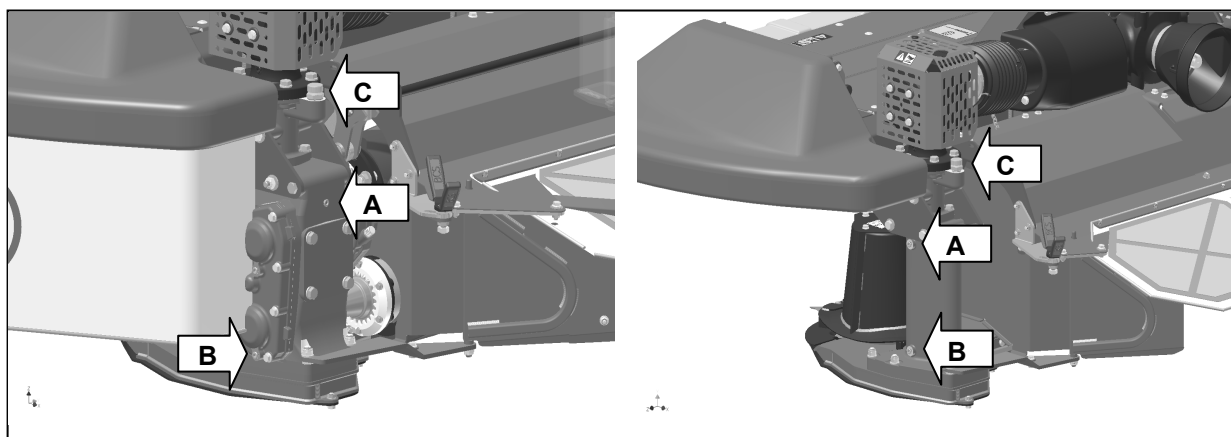

fig.17
- Con barra in posizione orizzontale, controllare periodicamente che l'olio del supporto sfiori il foro **A** (fig.17).
- Per la sostituzione allentare il tappo **B** (fig.17) e lasciare defluire l'olio, si raccomanda di eseguire questa operazione a olio caldo.
- Verificare periodicamente l'efficienza dello sfiato **C** montato sul coperchio del supporto (fig.17).
- With the bar in a horizontal position, regularly check that the support oil touches hole **A** (fig.17).
- To replace, slacken cap **B** (fig.17) and let the oil flow out. Do this when the oil is hot.
- Regularly check the efficiency of vent **C** mounted on the support cover (fig.17).
- Avec la barre en position horizontale, contrôler périodiquement que l'huile du support touche légèrement le trou **A** (fig.17).
- Pour le remplacement, desserrer le bouchon **B** (fig.17) et laisser s'écouler l'huile, on recommande d'exécuter cette opération lorsque l'huile est encore chaude.
- Vérifier périodiquement l'efficacité de la valve de surpression **C** montée sur le couvercle du support (fig.17).
- Con barra en posición horizontal, controlar periódicamente que el aceite llegue al orificio **A** (fig.17).
- Para la sustitución aflojar el tapón **B** (fig.17) y dejar que el aceite fluya, se recomienda realizar esta operación con el aceite caliente.
- Comprobar periódicamente el buen funcionamiento del desahogo **C** montado en la tapa del soporte (fig.17).
- Bei horizontal stehendem Balken ist regelmäßig zu prüfen, dass das Öl der Halterung bis zu Öffnung **A** (Abb.17) reicht.
- Zum Ersatz die Abdeckung **B** (Abb.17) losdrehen und das Öl ablaufen lassen; dieser Vorgang sollte durchgeführt werden, wenn das Öl warm ist.
- Regelmäßig die Entlüftung **C** an der Abdeckung der Halterung überprüfen (fig.17).